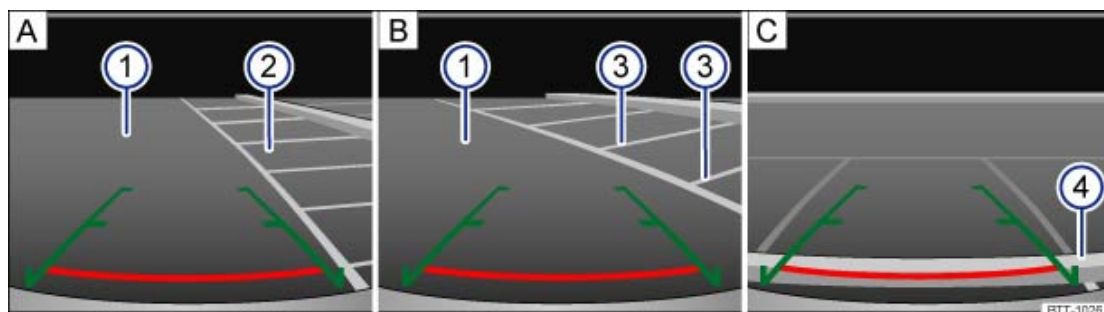

Fig. 157 Affichage à l'écran du système d'infodivertissement : stationnement avec la caméra de recul
### Légende du schéma de principe → Fig. 157 :
| 2.    | Positionnez le véhicule devant la place de stationnement ② → Fig. 157 A.   |